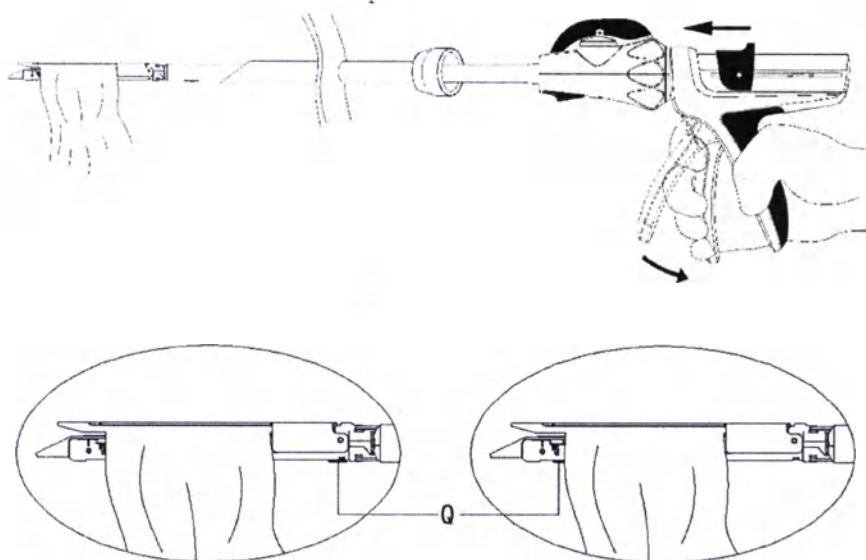

Рис. 5-5
5.5 Подождите 15 секунд и нажмите зеленую кнопку перед приведением степлера в действие. Для приведения степлера в действие последовательно прижимайте рукоятку до упора (см. рис. 5-5). Для полного срабатывания загрузочного устройства может потребоваться прижать рукоятку до 5 раз. Общее количество срабатываний зависит от длины ряда скоб загрузочного устройства (30, 45 или 60).